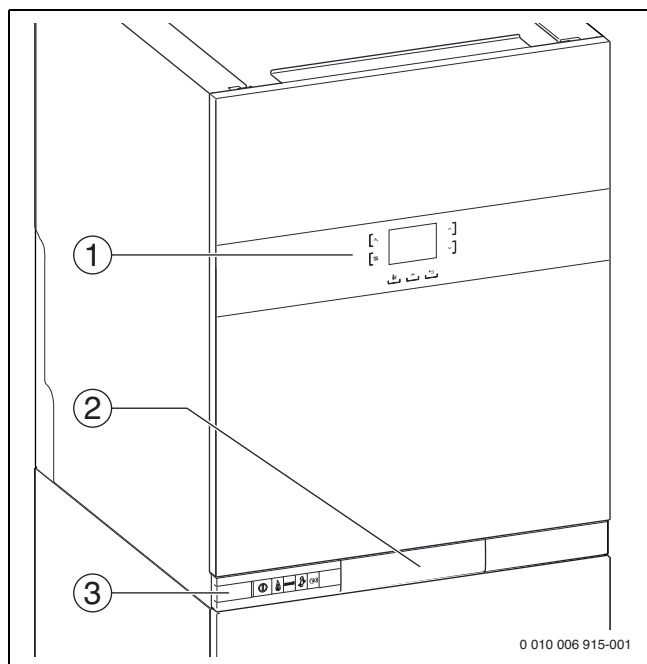

Bild 189 Übersicht der Bedienelemente
- Gerät am Ein/Aus-Schalter (→ Bild 189) einschalten.